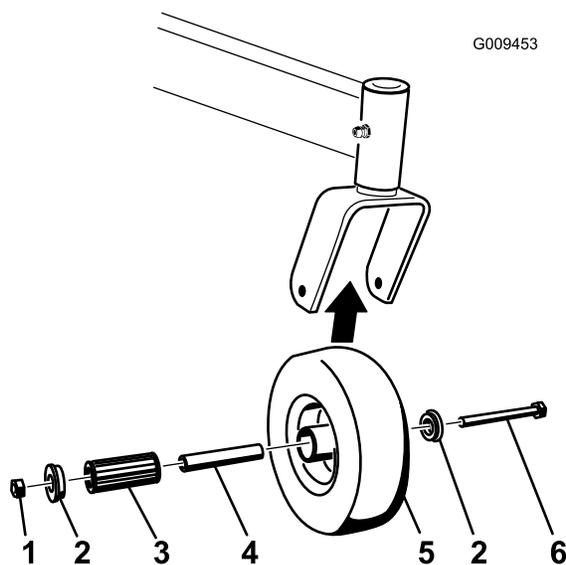

Bild 60
1. Entfernen Sie die Sicherungsmutter und die Radschraube, mit denen das Laufrad an der Laufradgabel befestigt ist (Bild 60).
- Entfernen Sie eine Büchse und ziehen Sie dann die Steckbüchse sowie das Rollenlager aus der Radnabe heraus (Bild 60).
- Entfernen Sie die andere Büchse aus der Radnabe und entfernen Sie Fett- und Schmutzrückstände von der Nabe (Bild 60).
Hinweis: Tauschen Sie abgenutzte und beschädigte Teile aus (Bild 60).
- Stecken Sie eine Büchse in die Radnabe (Bild 60).
- Fetten Sie das Rollenlager und die Vierkantbüchse ein und schieben beide in die Radnabe (Bild 60).
- Stecken Sie die zweite Büchse in die Radnabe (Bild 60).
- Bringen Sie das Laufrad in der Laufradgabel an und befestigen Sie es mit der Radschraube und Sicherungsmutter (Bild 60).
- Ziehen Sie die Sicherungsmutter so weit fest, dass die Vierkantbüchse auf die Innenseite der Laufradgabeln trifft (Bild 60).